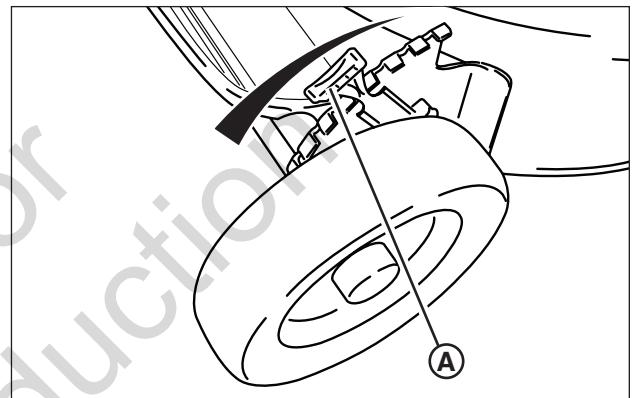

Figure 6: Réglage de hauteur de coupe
1. Tirez le levier de réglage de hauteur de coupe (**A, Figure 6**) vers l'extérieur et déplacez-le jusqu'à la hauteur de coupe voulue.